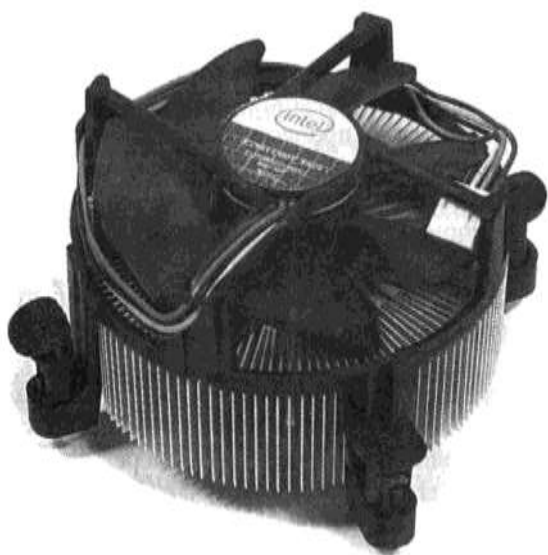
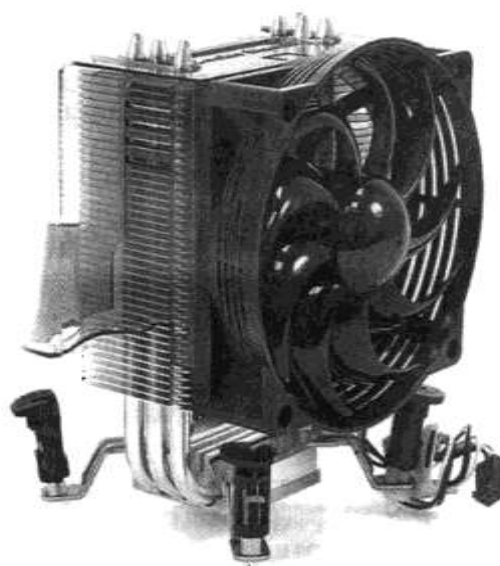

Рис. 5.3. Стандартный процессорный кулер
Рис. 5.2. Кулер с основанием из тепловых труб
**Радиатор** может состоять из двух частей или быть монолитным. В первом случае на процессоре крепится только небольшая часть радиатора, внутри которой находятся тепловые трубы, передающие нагретую жидкость в основной радиатор. Во втором случае (**бюджетный вариант**) весь радиатор крепится на процессоре. Вариант кулера на основе тепловых труб показан на рис. 5.2, простой кулер — на рис. 5.3.